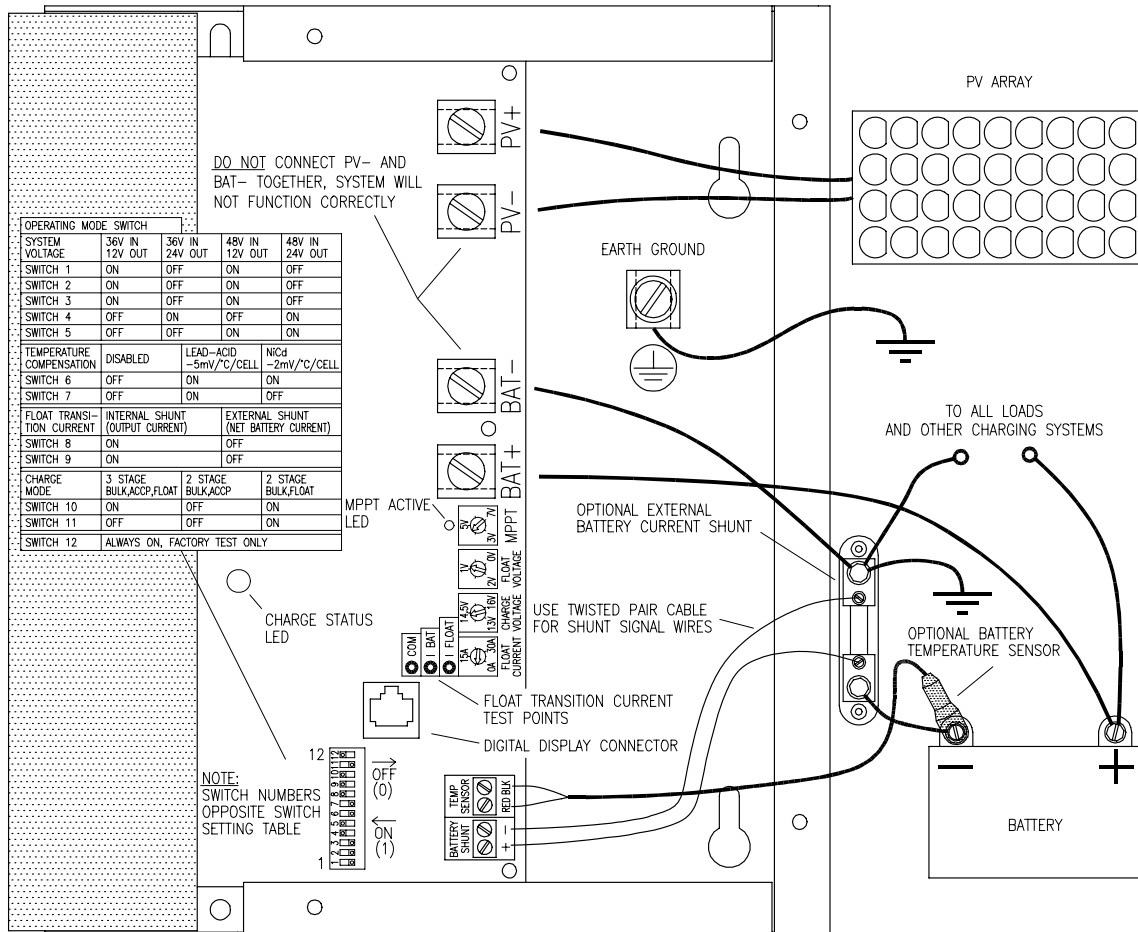

FIGURE 3
➤ **WARNING:** Read, understand and follow the Important Safety Instructions in the beginning of this manual before proceeding. To reduce the risk of fire, connect only to a circuit provided with 75 amperes maximum branch-circuit over current protection installed and wired in accordance with National Electrical Code, ANSI/NFPA 70. This unit is not provided with a GFDI device and must be used with an external GFDI device as required by Article 690 of National Electrical Code for the installation location. To reduce risk of electric shock, remove all sources of power, PV and battery before installing. Adjustments or connections other than those shown in Figure 3 void the limited warranty.
➤ **AVERTISSEMENT:** Avant de procéder, lire, comprendre et suivre les instructions importantes de sécurité spécifiés au début de ce manuel. Afin de réduire le risque d'incendie, brancher uniquement à un circuit fourni d'une protection contre le courant excessif de 75 ampères par circuit de dérivation, installé et câblé en conformité avec le Code Électrique National ANSI/NFPA 70. Cet appareil n'est pas fourni avec un dispositif GFDI (détecteur et interrupteur différentiel) externe tel que prévu dans l'Article 690 du Code Électrique National pour le lieu de l'installation. Afin de réduire le risque de choc électrique, éloigner toute source de puissance photovoltaïque et batterie, avant l'installation. Tout ajustement et branchement autre que ceux montrés dans la Figure 3, frappent de nullité la garantie limitée.
➤ **WARNUNG:** Vor dem Behandeln lesen, verstehen und folgen Sie die wichtigen Sicherheitshinweise am Anfang dieses Handbuchs. Um die Feuergefahr vorzubeugen, schalten Sie bei einem mit Parallelstromkreis der mit einem Stromschutz von höchstens 75 Ampere versorgt ist, gemäß der Nationalen Eletrischen Code ANSI/NFPA 70, ein. Dieses Einheit ist nicht mit einem GFDI-Gerät ausgestattet und muss daher mit einem externen GFDI-Gerät betrieben werden, wie es in Paragraph 690 des Staatlichen Elektrogesezbuches [*National Electrical Code*] für den Installationsort vorgeschrieben ist. Um die Gefahr eines elektrischen Schocks zu vermeiden, entfernen Sie alle Strom-, PV und Batteriequellen vor der Installation. Andere Einstellungen oder Konnexionen als diejenigen in Abbildung 3 heben die begrenzte Garantie auf.
- Solar Boost 6024H has setup options that may need to be configured prior to connection and use. These setup options are configured by setting a single 12 position dip switch and four potentiometers located on the main circuit board as shown in Figure 3.
- Solar Boost 6024H a d'options de paramétrage dont la configuration pourrait être nécessaire avant le branchement et l'utilisation. Ces options sont paramétrées en fixant un seul commutateur à 12 positions et quatre potentiomètres situés sur le panneau du circuit principal (Voir Figure 3).
- Solar Boost 6024H hat Einstellungsoptionen, die vor der Einschaltung und Benutzung konfiguriert werden müssen. Diese Einstellungsoptionen sind konfiguriert, indem ein einziger 12 Position Schalter und vier Potentiometer die sich auf der Hauptstromkreistafel befinden wie in Abb. 3, eingestellt werden.
If battery load current is highly variable during charge more effective charge control can be obtained through the use of an external current shunt measuring net battery charge current. The wiring diagram of Figure 3 shows how this optional external current shunt would be used. This external shunt can be an already existing shunt as long as it is in the negative leg of the battery and is wired to measure net battery current. Note that each measuring device connecting to this shunt should have it's sensing wires connected directly to the shunt sensing screw terminals. A variety of optional current shunts are available through your Blue Sky Energy dealer.
The unit updates the maximum power operating point approximately every 10 seconds by briefly turning off the output to sample PV open circuit voltage. It then operates the PV array at a voltage roughly equal to the sampled open circuit voltage minus the MPPT voltage setting. Factors other than PV open circuit voltage fine tune the actual operating point, but PV open circuit voltage is the primary factor. Note that the values above and the scaling shown on the MPPT adjust potentiometer in Figure 3 relate to a single 36 cell module. When three or four modules are connected in series for a 36V or 48V input, Solar Boost 6024H automatically multiplies the voltage difference setting between V_{OC} and V_{MP} by 3 or 4 based on dip switch 5 setting.
If LED does not remain on, MPPT is not operating due to a combination of high PV temperature and/or high battery voltage. MPPT can usually be made to operate by lowering battery voltage through application of a heavy DC load. If in doubt, leave the adjustment at the factory default position of approximately 10:30 o'clock as shown in Figure 3.